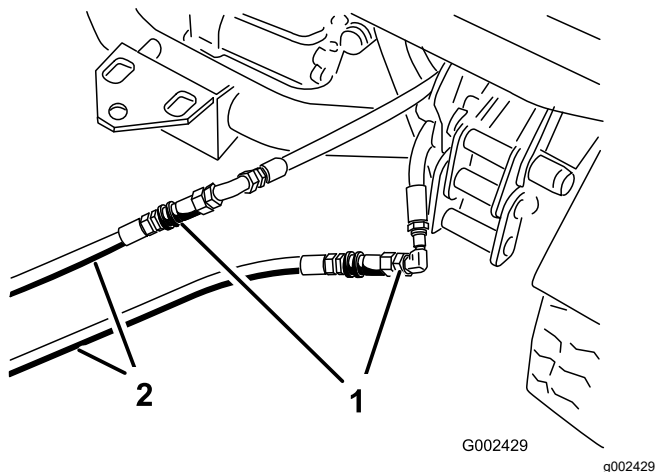

Figura 72
3. La maina dezactivată, conectai cele 2 furtunuri jumper la furtunurile care au fost deconectate (Figura 72).